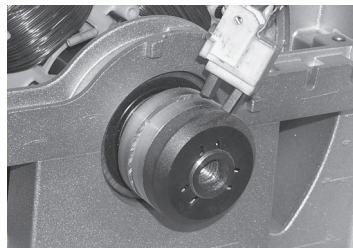

fig. 5
- 2.2 (fig.5) nei generatori serie ET e FT rimuovere il portaspazzole svitando la vite e verificare che le spazzole sporgano di almeno 4mm